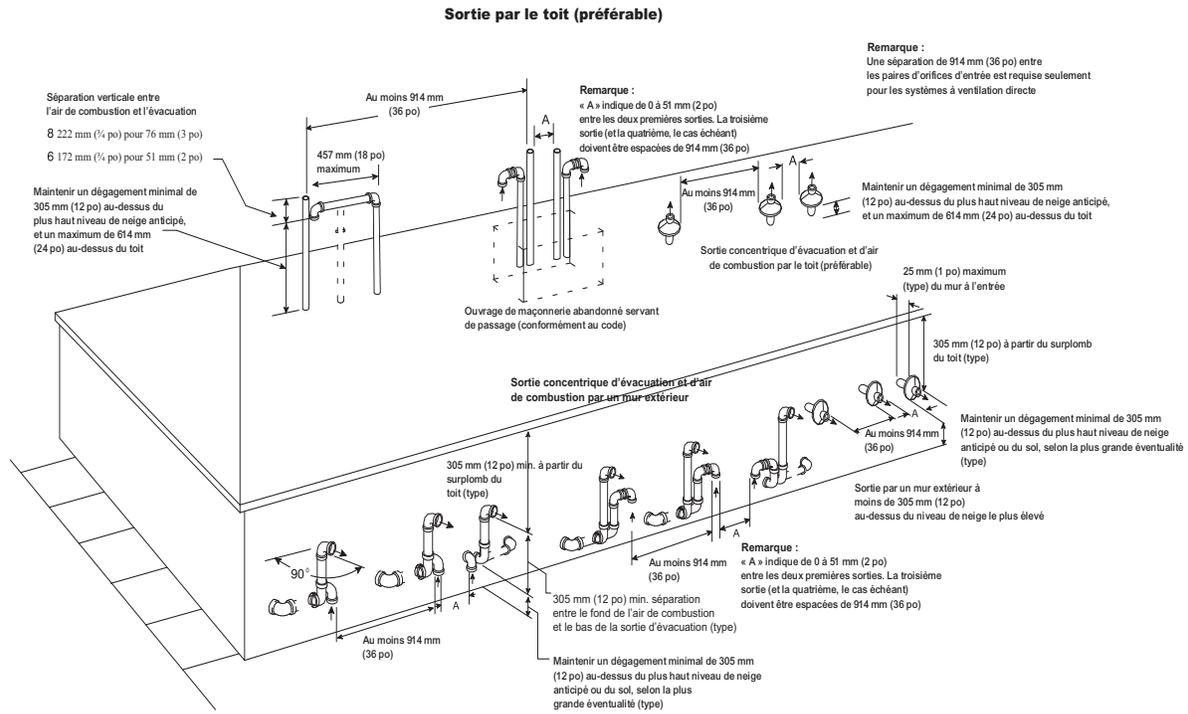
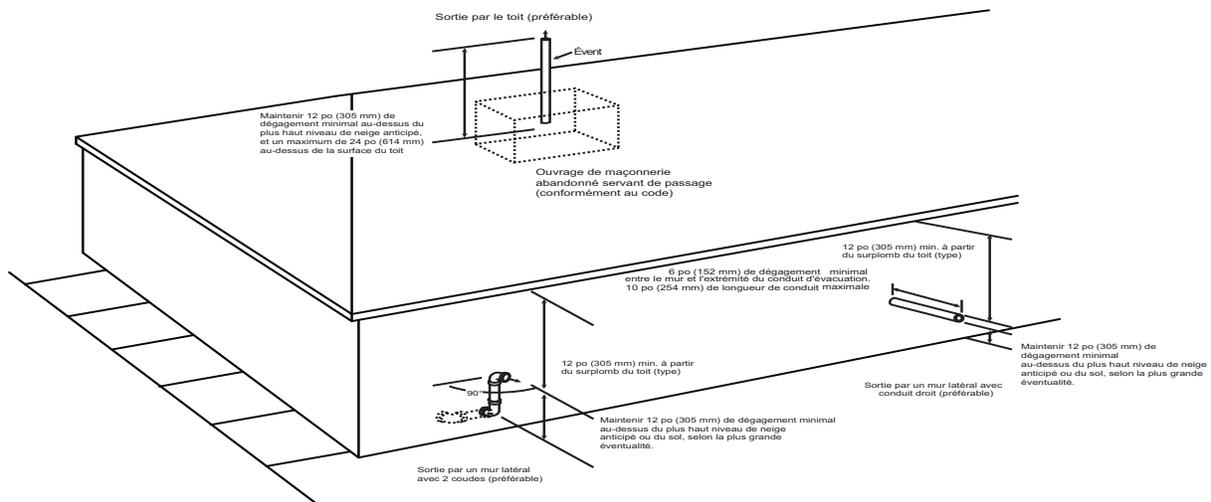
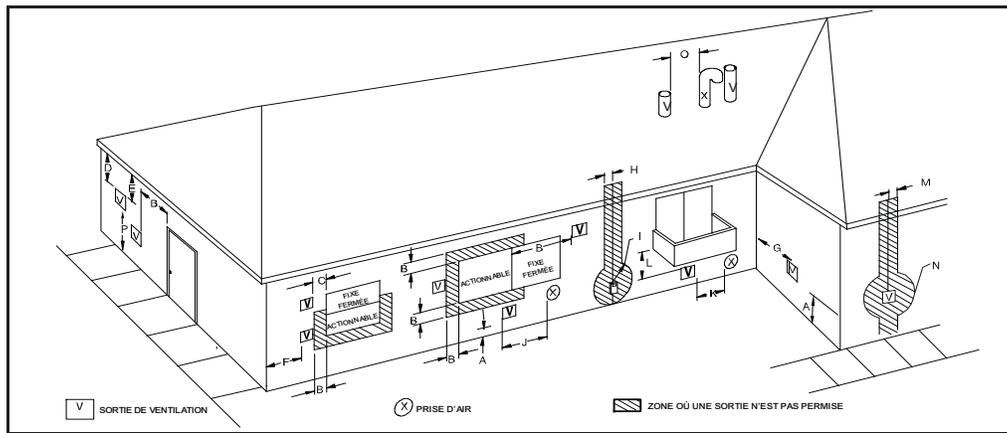
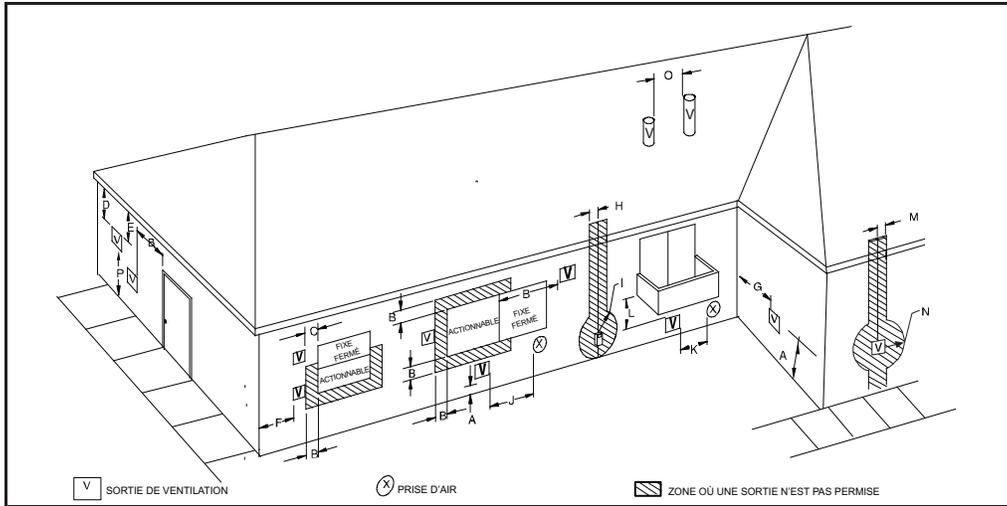

Fig. 41 – Air de combustion et sortie de ventilation pour système à ventilation directe (deux conduits)
Fig. 42 – Sortie de ventilation pour système à ventilation indirecte et à air de combustion ventilé
Fig. 43 – Dégagement de sortie à ventilation directe
Fig. 44 – Dégagement des sorties des systèmes à air de combustion ventilé et à ventilation indirecte
Une cheminée en maçonnerie abandonnée peut servir de passage pour l'installation de tuyaux d'air de combustion et d'évent adéquatement isolés et supportés. Chaque chaudière doit avoir son propre ensemble de tuyaux d'évent et d'air de combustion qui débouchent séparément, tel qu'illustré à la Fig. 41 pour un système à ventilation directe (deux conduits) ou à la Fig. 42 pour un système à conduit simple ou à air de combustion ventilé.
Dans un système à ventilation directe (deux conduits), tout l'air de combustion provient directement de l'extérieur et tous les produits de combustion sont évacués à l'extérieur. Les conduits d'évacuation et d'air de combustion doivent sortir ensemble, dans la même zone de pression atmosphérique, que ce soit dans un mur ou dans un toit (la sortie par un toit est à privilégier). Consultez la Fig. 43 pour connaître les exigences de dégagement du code national.
Dans le cas d'un système à air de combustion ventilé, l'évent aboutit et évacue les produits de combustion directement à l'extérieur, comme un système à ventilation directe. Consultez la Fig. 44 pour connaître les exigences de dégagement du code national.
Dans un système à évacuation indirecte (un conduit), tout l'air de combustion est prélevé directement de la zone adjacente à la chaudière et tous les produits de combustion sont évacués à l'extérieur dans l'atmosphère. L'air de combustion doit être fourni conformément à la section Air de combustion et de ventilation. Une cheminée inutilisée n'est pas adéquate pour fournir l'air extérieur à la chaudière. Consultez la Fig. 44 pour connaître les exigences de dégagement du tuyau d'évent du code national.
Pour les dégagements de sortie de ventilation, consultez les codes nationaux présentés à la Fig. 43 pour un système à ventilation directe / deux conduits et à la Fig. 44 pour un système à air de combustion ventilé / ventilation indirecte / conduit simple. Pour la disposition des sorties extérieures, consultez la Fig. 41 pour le système à ventilation directe / deux conduits et la Fig. 42 pour les systèmes à air de combustion ventilé / ventilation indirecte / conduit simple. Communiquez avec les responsables des codes locaux pour connaître les autres exigences des codes nationaux présentés dans ces figures ou les dérogations à ceux-ci.
1. Se conformer à toutes les exigences en matière de dégagements, tel qu'indiqué à la Fig. 43 ou à la Fig. 44 selon l'application.
Les conduits d'air de combustion et d'évacuation du système de ventilation directe (deux conduits) doivent se terminer hors de la structure. Consultez la Fig. 43 pour connaître les exigences de dégagement du tuyau d'évent du code national. Les sorties de conduits d'évacuation et d'air de combustion admissibles sont indiquées à la Fig. 41.
Le conduit d'évacuation d'un système à air de combustion ventilé doit se terminer à l'extérieur. Consultez la Fig. 44 pour connaître les exigences de dégagement du tuyau d'évent du code national. Les sorties d'évacuation admissibles sont indiquées à la Fig. 42. Le conduit d'air de combustion se termine dans un grenier ou un vide sanitaire bien aéré. Conformez-vous aux dégagements indiqués à la Fig. 51.
Le conduit d'évacuation d'un système à ventilation indirecte (conduit simple) doit se terminer à l'extérieur. Pour connaître les exigences relatives aux dégagements des événements du code national, consultez la Fig. 44. Les sorties d'évacuation admissibles sont indiquées à la Fig. 42.